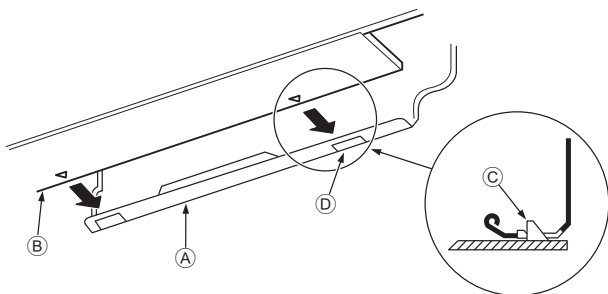

Fig. 3-15
3. Hängen Sie den oberen Teil der Innenanlage an die Montageplatte ①, während Sie die Kältemittelleitung und das Abflussrohr in die Wandöffnung (Tülle) einführen.
5. Befestigen Sie die Innenanlage, indem Sie sie gegen die Montageplatte ① drücken. (Fig. 3-15)